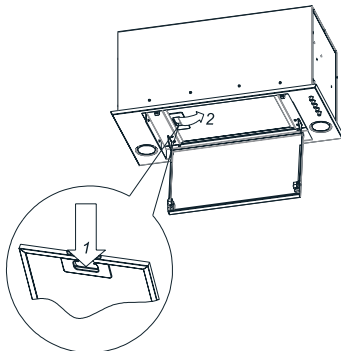

рис. 7
7.1. Снимите алюминиевый фильтр (рис. 7).
Управление (рис.7):